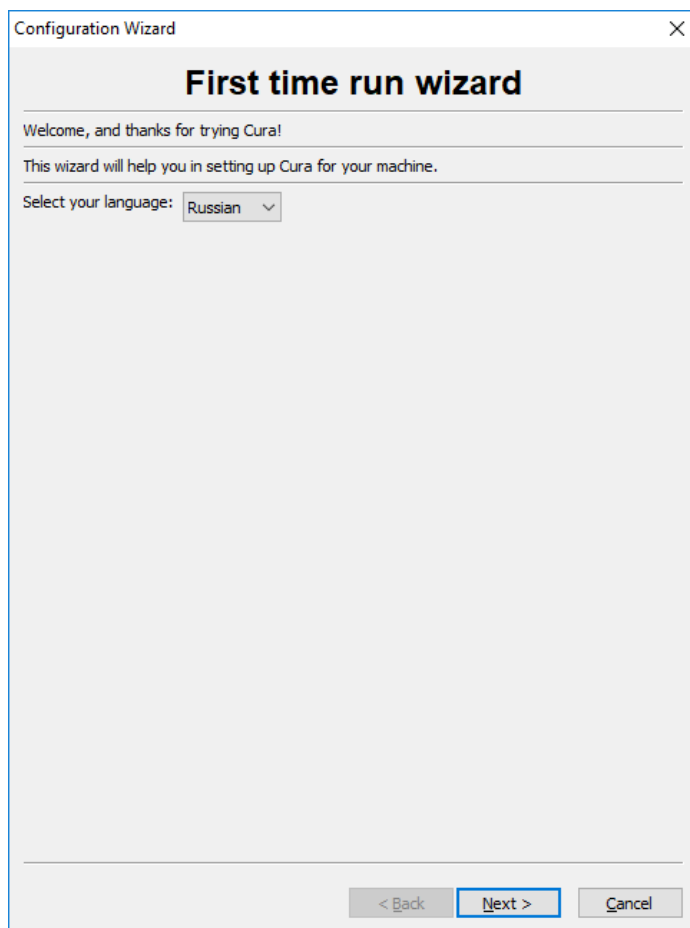

Рис. 8
1. Выбор языка. Изначально в программе установлен англоязычный интерфейс, мы же выбираем в раскрывающемся списке русский (**Russian**, рис. 8).